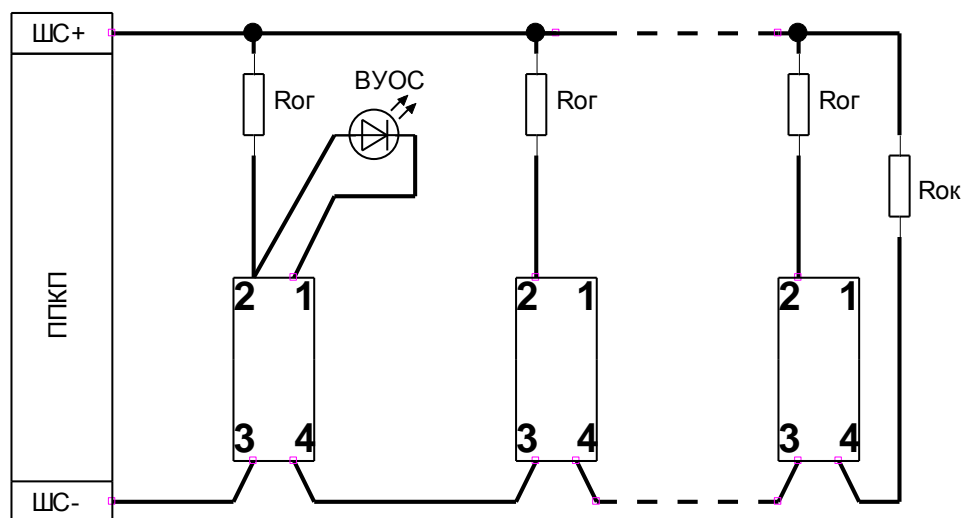

Рис. 3. Схема включения извещателей в двухпроводный шлейф с напряжением питания 24 В.
5.5 Схема подключения извещателей в двухпроводный шлейф пожарной сигнализации приведена на рис. 3. Нагрузкой выхода ВУОС (контакт 1) могут служить светодиоды (типа АЛ307КМ или аналогичного) или входы управления твердотельного реле (типа КР293КП15Б, КР293КП1Б или аналогичного).